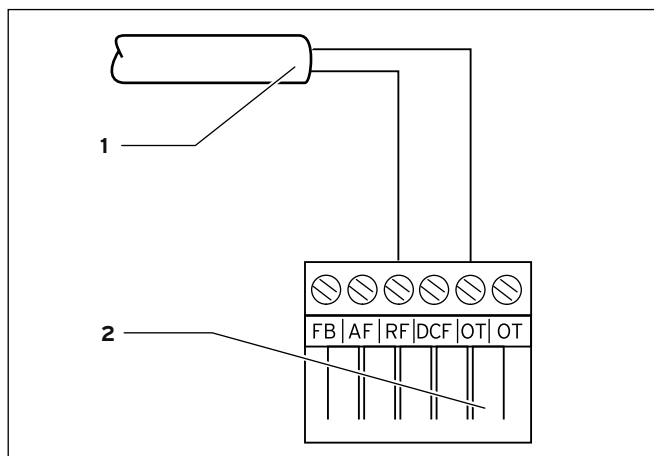

Bild 6.3 Anslutning av framledningsgivare 1
- Anslut framledningsgivaren över via kantkontakt X8 (vid regulator VRC 470) i värmeaggregatets kopplingsbox (→ **Bild 6.3**).